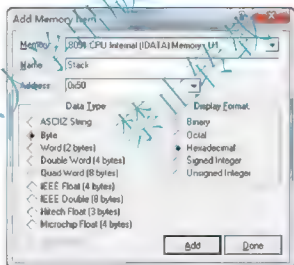

图 B-53 以添加地址方式添加观察项
(2) 以添加地址方式添加观察项。这种方式既可以添加内部 RAM 中的观察项，也可以添加 SFR 中的观察项，如图 B-53 所示。添加 IDATA(内部 RAM)中地址为 0x50 单元、名称为 Stack 的观察项，数据类型为字节 Byte，数据格式为十六进制，再单击窗口右下角的“Add”按钮添加。